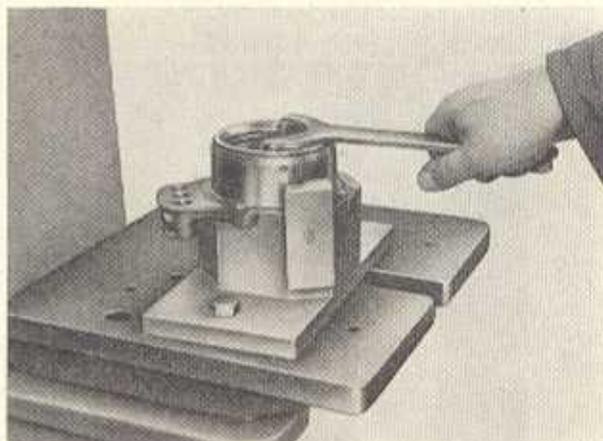

Bild G 103 Ringmutter zur Flanscbuchse heraus- bzw. hineindrehen
Die Nasen des Sicherungsbleches an der Ringmutter zur Flanscbuchse aufbiegen, Ringmutter zur Flanscbuchse mit Zapfenschlüssel W-420 389/1 herausdrehen und Schrägkugellager mit einer Presse aus der Flanscbuchse herausdrücken (Bild G 103).
2. Schrägkugellager 3308 D in die Flanschbuchse pressen, Ringmutter mit Zapfenschlüssel W-420389/1 festziehen und vom zwischengelegten Sicherungsblech Nasen in die Ringmutternuten anstemmen (s. Bild G 103).